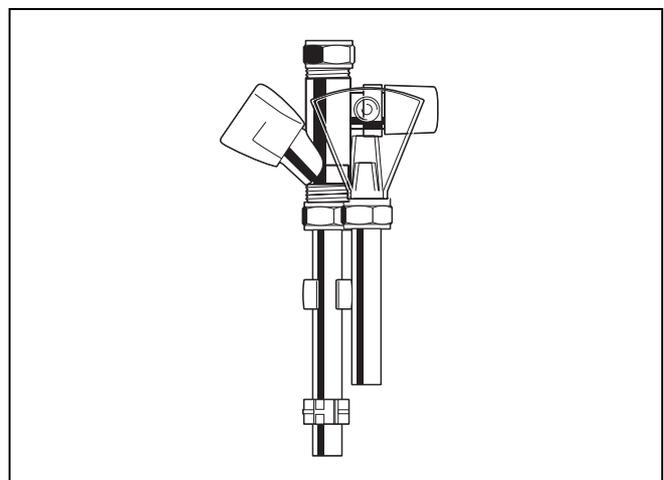

Fig. 8 Set di entrata
- Piazzare nel condotto dell'acqua fredda immediatamente sotto l'apparecchio un set di entrata (fig. 8).